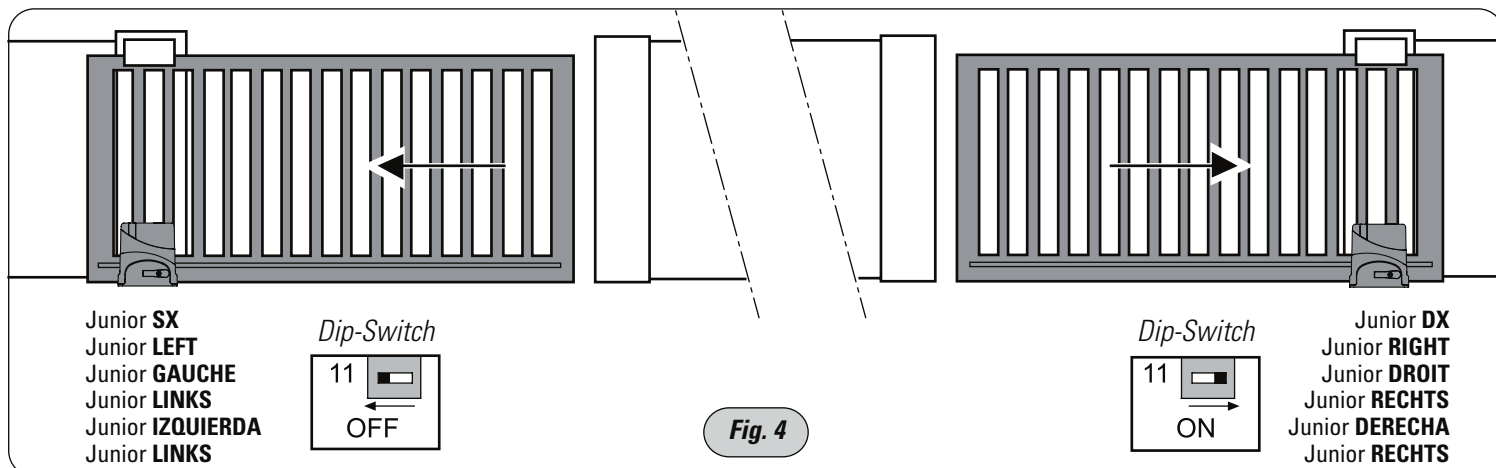

Fig. 4
- 6 - PRIMA DI DARE TENSIONE VERIFICARE LA POSIZIONE DI MONTAGGIO DELL'APRICANCELLO "JUNIOR INSTALLATO DESTRO OPPURE SINISTRO" VISTO ALL'INTERNO DEL CANCELLO DA MUOVERE. Selezionare il Dip/Switch 11 a tensione assente (Fig. 4 a pag. 4 del Libretto Istruzioni); posizionare il cancello a metà corsa circa, tenere premuto il pulsante di programmazione LP e dare tensione inserendo il fusibile di linea da 5A, quindi trascorsi 3 secondi rilasciare il pulsante di programmazione, il led corrispondente lampeggia segnalando la modalità di apprendimento della corsa. Premere con un impulso per far aprire il cancello e proseguire come descritto da Fig. 18 a Fig. 29 del libretto istruzioni. **IMPORTANTE: SE INVECE IL CANCELLO CHIUDE, TOGLIERE IL FUSIBILE DI LINEA DA 5A PER FERMARLO: SI E' VERIFICATO UN ERRORE DI PARTENZA, SICURAMENTE NON SI E' SELEZIONATO LA CORRETTA INSTALLAZIONE DESTRA O SINISTRA CON IL DIP-SWITCH 11 A TENSIONE ASSENTE. RIPETERE LA PROCEDURA PARTENDO DALL'INIZIO: IL PRIMO IMPULSO DI PROGRAMMAZIONE DEVE ESSERE SEMPRE IN APERTURA.**
- 6 - BEFORE POWERING THE SYSTEM, CHECK THE MOUNTING POSITION OF THE GATE OPERATOR "JUNIOR RIGHT OR LEFT INSTALLATION", VIEW THE OPERATOR FROM INSIDE THE GATE. Set dip-switch 11 as required (Fig. 4 on page 4 in the fitting instructions manual), no power supply; drive the gate to halfway of its total travel, press and hold the programming LP button and power the operator by fitting the 5A mains fuse. After 3 seconds release the button, the corresponding Led flashes to indicate that gate travel learning mode is on. Give a pulse to open the gate and carry on as described from Fig. 18 to Fig. 29 in the installation handbook. **IMPORTANT: SHOULD THE GATE MOVE TO CLOSE INSTEAD, REMOVE THE 5A FUSE TO STOP IT: A MISTAKE MUST HAVE OCCURRED ON STARTING, YOU MUST HAVE FAILED TO SELECT THE CORRECT INSTALLATION POSITION LEFT OR RIGHT WITH DIP-SWITCH 11, IN ABSENCE OF POWER. START AGAIN FROM THE BEGINNING: ON PROGRAMMING THE UNIT, THE FIRST PULSE MUST BE OPEN, ALWAYS.**